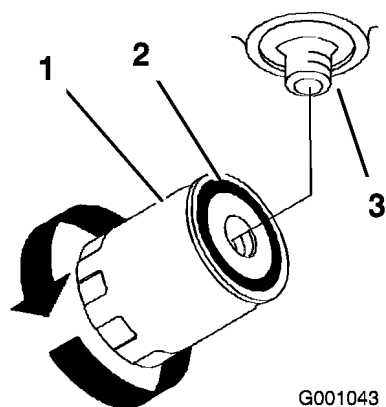

Figure 54
4. Appliquez une fine couche de liquide hydraulique sur le joint en caoutchouc du filtre de rechange (Figure 54).
ce que le joint en caoutchouc vienne toucher l'adaptateur du filtre. Serrez ensuite le filtre de 1/2 tour supplémentaire (Figure 54).